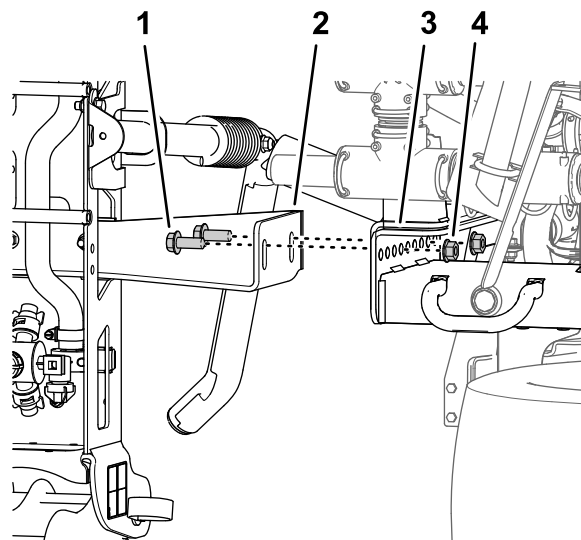

図 47
4. センターブーム用サポートブラケットを機体フレームの取り付けプレートに固定しているフランジヘッドボルト ½ x 1¼" とフランジロックナット ½" 4個とを外して、センターブームを機体から外す 図 47。